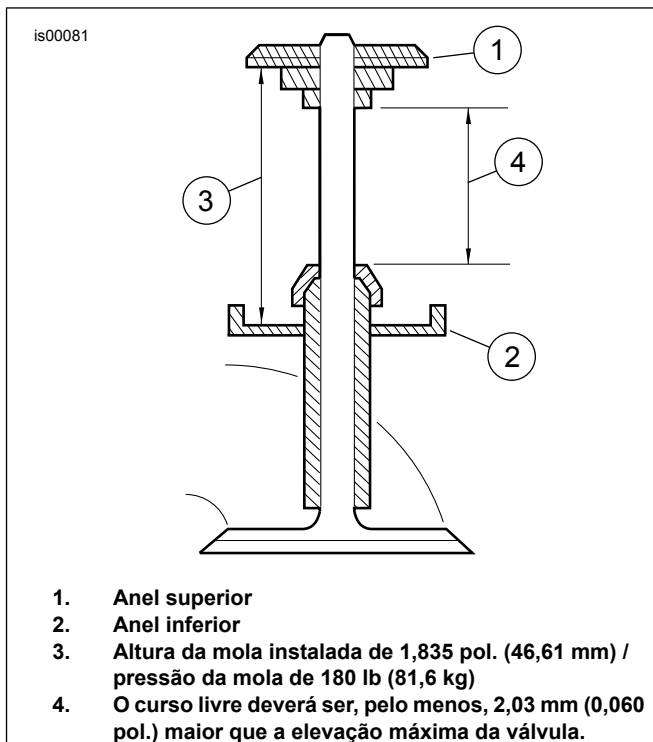

Figura 4. Curso da mola da válvula
- b. Veja Figura 4 . Use calços ou usine os cabeçotes dos cilindros como necessário para obter a pressão de assentamento desejada (consulte as notas acima). Instale os colares inferiores das molas das válvulas, as molas das válvulas (não instale as vedações das válvulas neste momento), os colares superiores e as chaves dos colares. Verifique a altura da mola instalada.